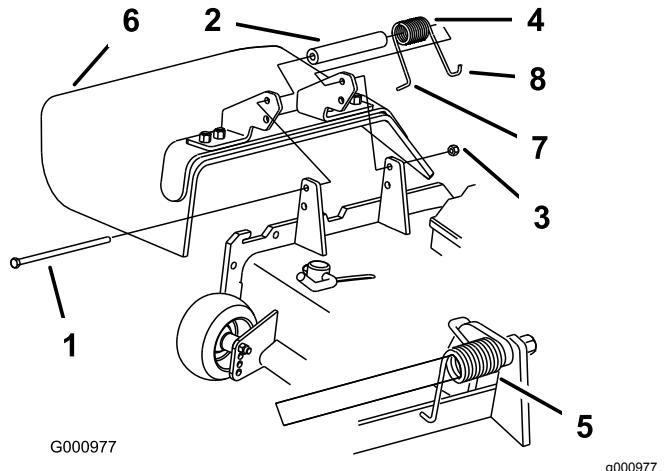

Bild 37
1. Entfernen Sie die Sicherungsmutter, Schraube, Feder und das Distanzstück, mit denen das Ablenkblech an den Drehhalterungen befestigt ist (Bild 37). Entfernen Sie defekte oder abgenutzte Ablenkbleche.
Hinweis: Stellen Sie sicher, dass sich das L-Ende der Feder hinter der Mähwerkskante befindet, bevor Sie die Schraube einsetzen, wie in Bild 37 abgebildet.
3. Setzen Sie die Schraube und Mutter ein. Führen Sie das J-förmige Hakenende der Feder um das Ablenkblech (Bild 37).